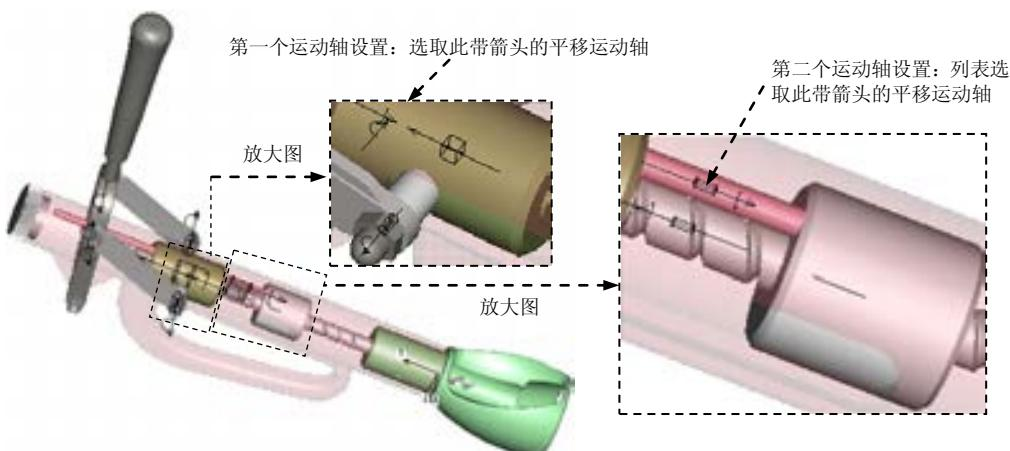

图 12.5.39 运动轴设置
Step1. 选择下拉菜单 **应用程序 (A)** → **机构** 命令进入机构模块，然后选择下拉菜单 **视图 (V)** → **拖动元件 (D)...** 命令，用“点拖动”将驱动杆子装配 (actuating_rod_asm.asm) 拖到图 12.5.39 所示的位置（读者练习时，拖移后的位置不要与图中所示的位置相差太远，否则后面的操作会出现问题），然后关闭“拖移”对话框。